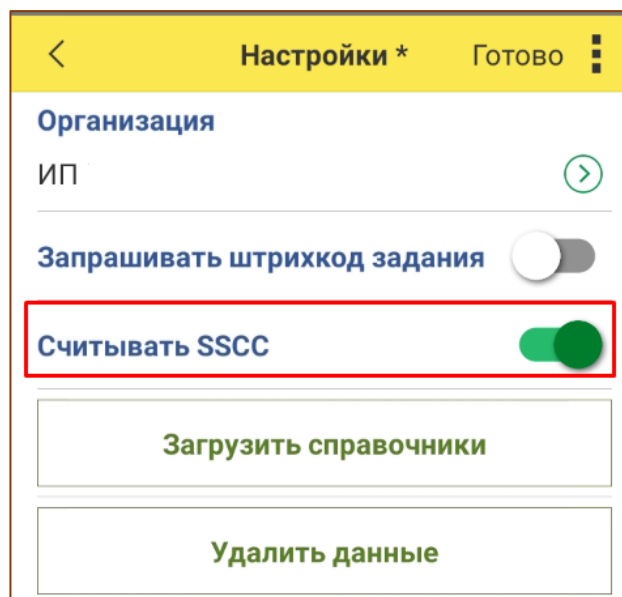
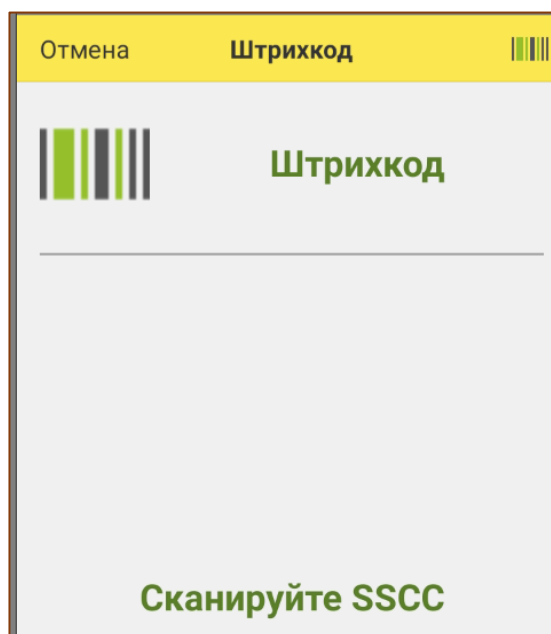

Рис. 6.11 – Считывать SSCC
Рис. 6.12 – Сканируйте SSCC
- При активной опции «Считывать SSCC» в настройках, если выбрано создание документа Маркировка Online с упаковкой, для сборки агрегата необходимо сначала отсканировать код упаковки (Рис. 6.11,Рис. 6.12).